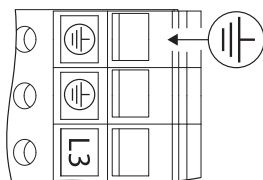

Fig. 26: Dodatečné uzemnění
- Na základě zvýšeného výbojového proudu u motorů od 11 kW musí být dodatečně podle EN 61800-5-1:2008-04 napojeno zesílené uzemnění (Fig. 26).